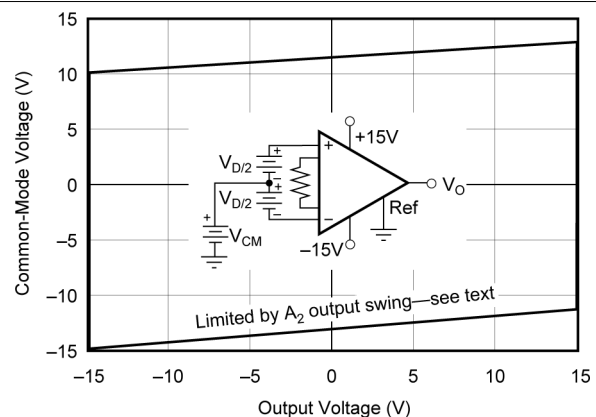
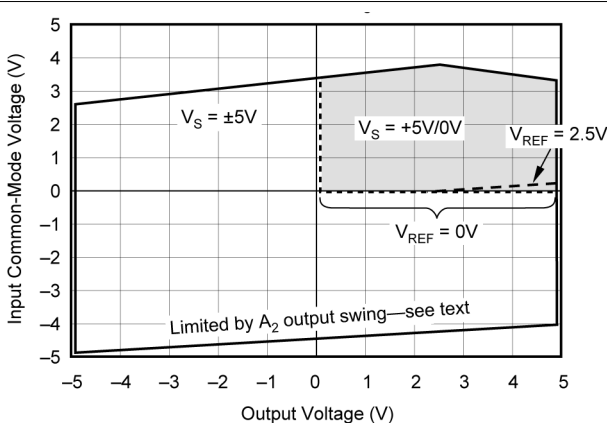

图 5-5. 输入共模范围与输出电压间的关系,  $V_S = \pm 15\text{V}$ ,  $G = 5$
图 5-6. 输入共模电压与输出电压间的关系,  $V_S = \pm 5\text{V}$ ,  $G = 5$
(1) INA122 输入级的输入电压范围。输入范围取决于共模电压、差分电压、增益和基准电压。有关更多信息, 请参阅典型特性曲线图 5-5 和图 5-6。
(2) 为  $G > 5$  指定的值不包括外部增益设置电阻器  $R_G$  带来的影响。